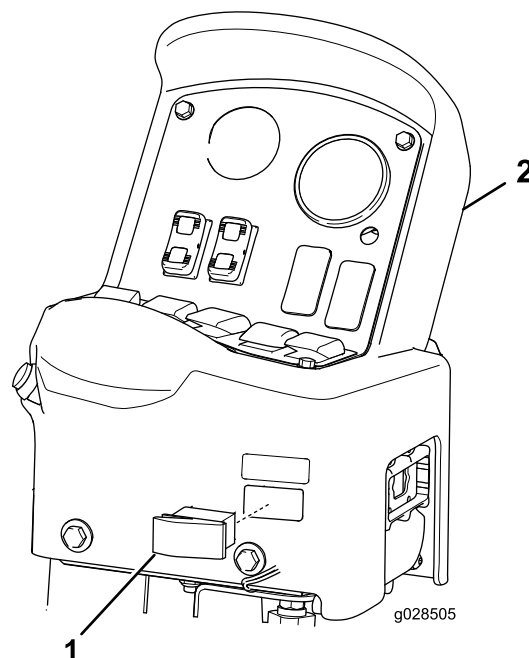

Figura 11
3. Instale o interruptor oscilante na abertura na consola de controlo (Figura 11) até o interruptor ficar posicionado no lugar.
1. Retire o interruptor de chave da face direita inferior da consola de controlo (Figura 11).